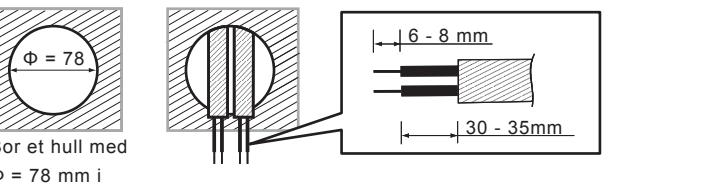

FIG. 9
- 3.4.2.1 For å installere detektoren, må du bore et hull med en diameter på 78 mm i takbordelet og holde strømledninga på utsiden. Vennligst trekk av 6-8 mm av kabelmantlingen for å opprette kabeltrekket (se FIG. 9).